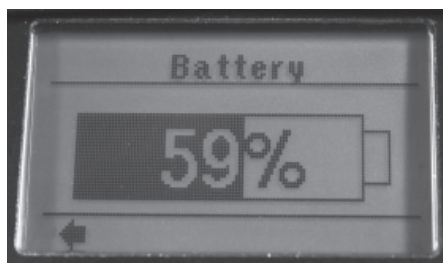

Figura 17. Porcentaje de Carga de las Baterías
4. Oprima “ENTER” (El porcentaje de carga que queda en la batería aparece en pantalla) (Figura 17)